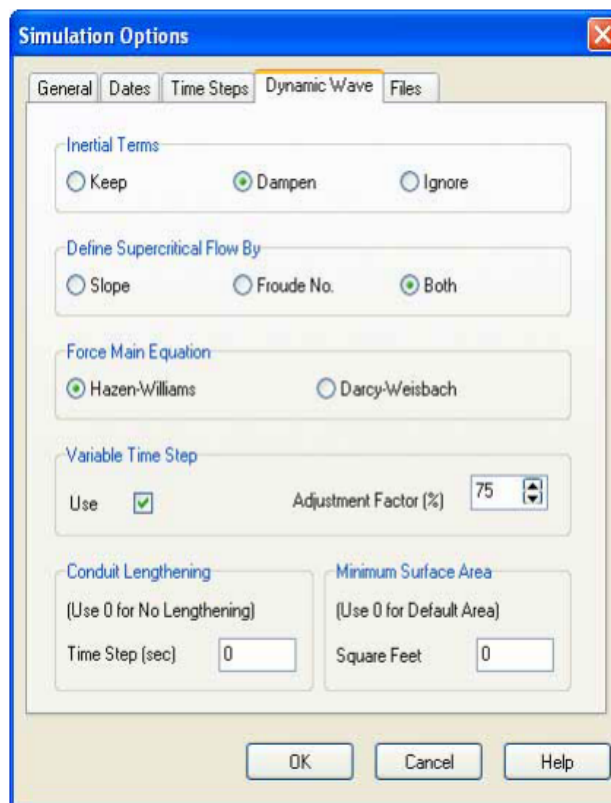

Figure 9: Options du modèles de l'onde dynamique
- 3- Dans l'onglet "**Dynamic Wave**" reproduire les choix de la figure 9 ci-dessous :